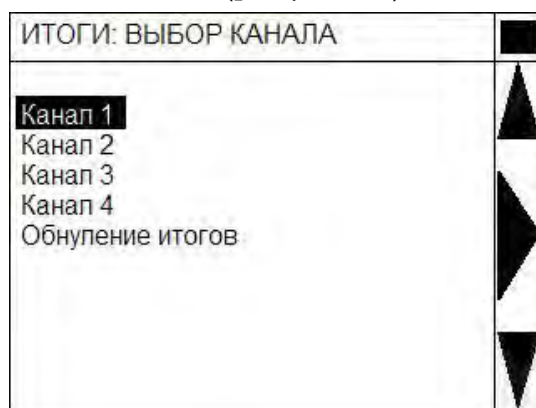

Рисунок 5 — Экран ЖКИ в режиме меню «ИТОГИ»
3.4.3.1 После активации в «Главном меню» строки «Итоги» на экране появляется меню «ИТОГИ: ВЫБОР КАНАЛА» (рисунок 5).